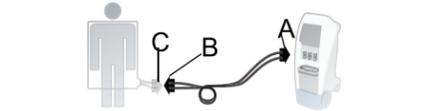

Рисунок 13 –
- Присоедините шланг (A) к порту для шланга контроллера (Рисунок 13).